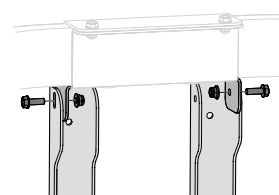

Figure 8
4. En commençant à partir de l'extérieur, fixez la plaque de montage et les montants à l'équerre avec 2 boulons (710-1238) et 2 écrous autobloquants (712-04063). Voir Figure 8.